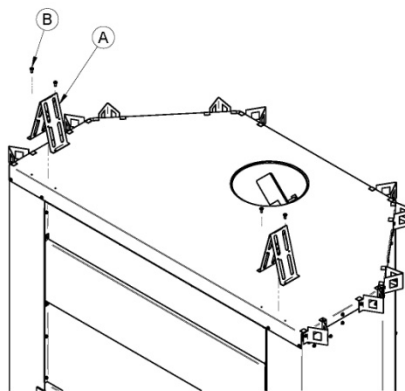

Figure 5
2. Alignez les trous des cales d'espacement (A) avec les trous pré-perçés sur le dessus du foyer et les sécurisé avec les 4 vis (B), illustré à la **Figure 5**: